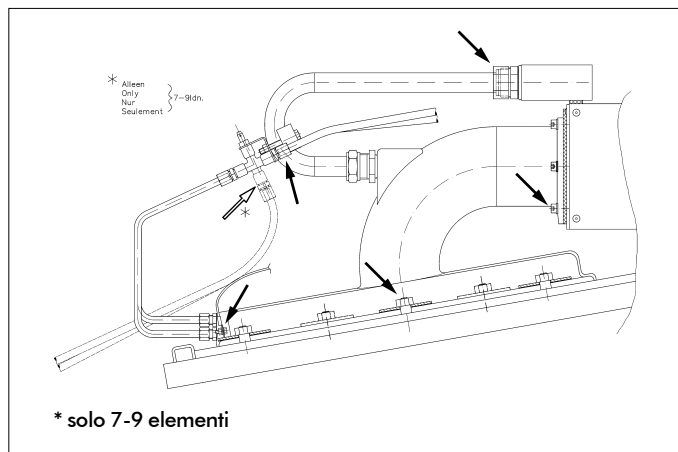

Fig. 20 Punti di fissaggio dell'unità del bruciatore
- Controllo di eventuali impurità nel blocco caldaia; a tal fine smontare una o due unità del bruciatore, compreso il pezzo del miscelatore (vedere fig. 20). Se è necessario effettuare la pulizia, smontare tutte le unità del bruciatore, facendo attenzione a non danneggiarne la superficie. Smontare poi il pannello frontale del secondo scambiatore termico (vedere punto a, fig. 21).